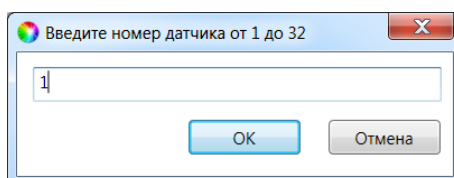

Рис. 8.5. Ввод номера радиоизвещателя
- 6.2. В открывшемся окне укажите номер извещателя (от 1 до 32) из числа еще не занятых и нажмите кнопку *ОК* (рис. 8.5).